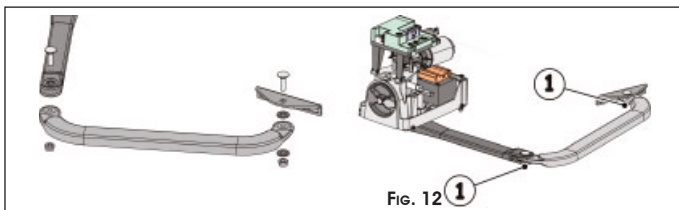

Fig. 12
⑦ Assembler le reste du bras d'après la Fig.12.
✎ Pour un fonctionnement correct, serrer les deux vis de fixation (Fig.12 réf.①) puis les desserrer d'environ 1/2 tour pour permettre la rotation des bras sans frottements.